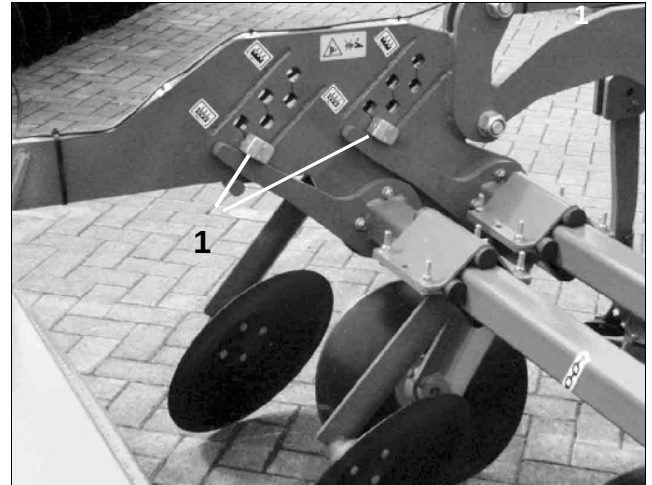

Fig. 11
- Placera excentersprintarna (Fig. 11/1) högre/lägre och/eller vrid excentersprintarna.